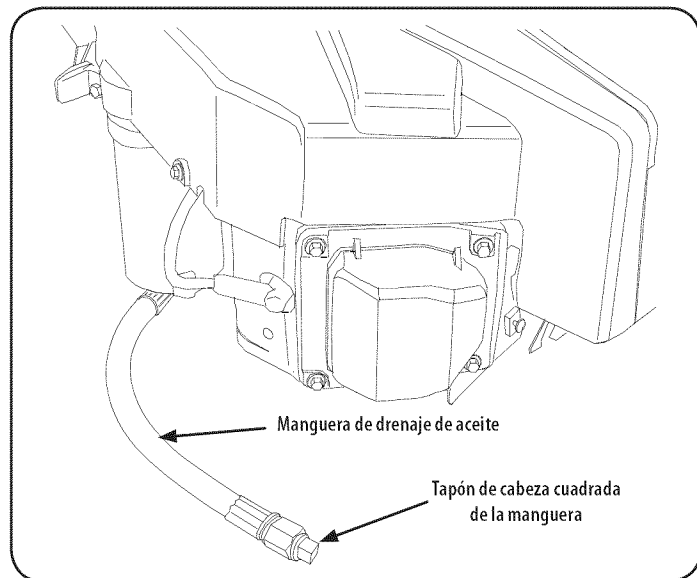

Figura 21
- Localice la manguera de drenaje de aceite en el lado izquierdo del motor. Véase la Figura 21.
- Mientras sostiene el extremo libre de la manguera de drenaje de aceite sobre el recipiente de recolección de aceite, desenrosque el tapón de la manguera del extremo de la manguera. Vea la Figura 21. Drene el aceite del motor dentro del recipiente.